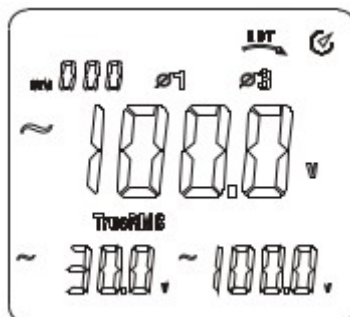

Figura 20
5) El display mostrará el resultado de la detección de fase default si la tensión de alguna de las fases es menor que 50V o no hay señal en el circuito trifásico. Como muestra la figura 20, los símbolos de las fases correspondientes no se mostrarán en el display.